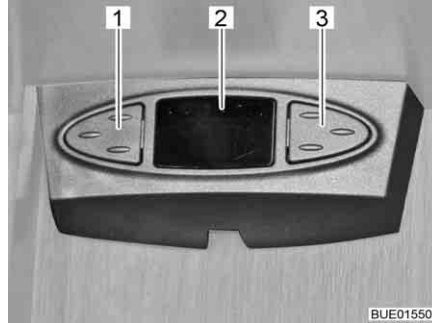

Fig. 60 Ratón satélite
**Ratón satélite** Según el modelo, la instalación de antena parabólica estará equipada con un ratón satélite. La visualización (Fig. 60,2) del ratón satélite indicará el canal ajustado. Con las dos teclas se pueden manejar las funciones básicas de la instalación de antena parabólica (cambiar de programa, conectar/desconectar).
- Seleccionar el programa anterior de la lista de programas: Pulsar la tecla izquierda (Fig. 60,1).
- Seleccionar el programa siguiente de la lista de programas: Pulsar la tecla derecha (Fig. 60,3).
- Cambiar de radio a televisión y viceversa: Pulsar las teclas (Fig. 60,1 y Fig. 60,3) brevemente al mismo tiempo.
- Conectar/desconectar el receptor: Pulsar las teclas (Fig. 60,1 y Fig. 60,3) al mismo tiempo y mantenerlas pulsadas.